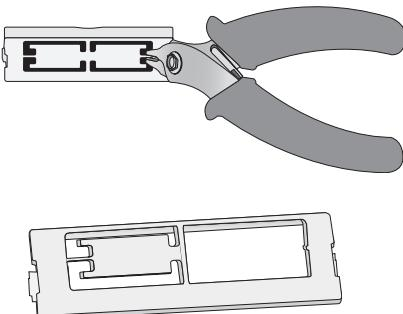

Fig. 2
3. Con un tronchesino, eliminare dallo sportellino la parte destra plastica prefratturata, ottenendo il foro corrispondente all'uscita dei connettori (Fig. 2);
3. With a pair of cutting nippers, cut out the pre-cut plastic section from the cover, making an opening for the connectors to pass through (Fig. 2);